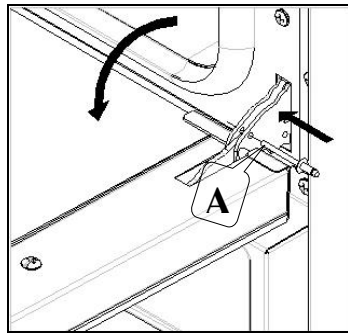

Abb. 3
- die Ringe mitgelieferten Bolzen in die Löcher (A) stecken die sich auf den zwei Scharnieren befinden (Abb. 3);